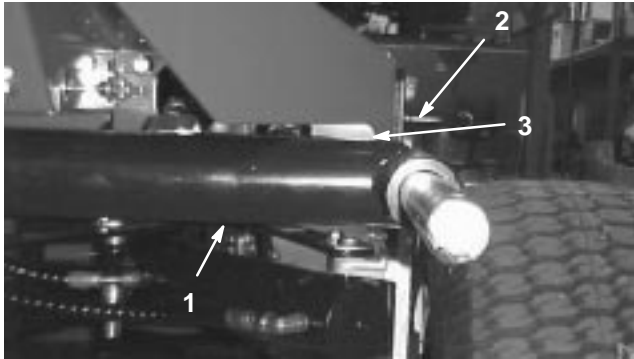
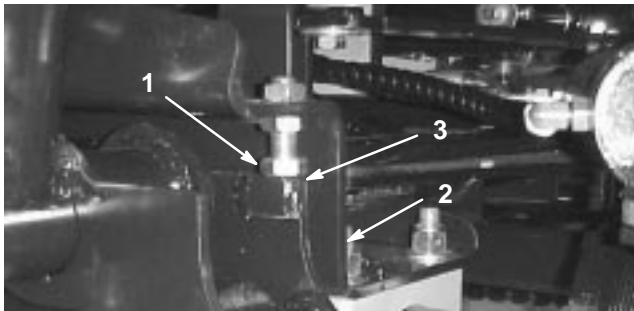
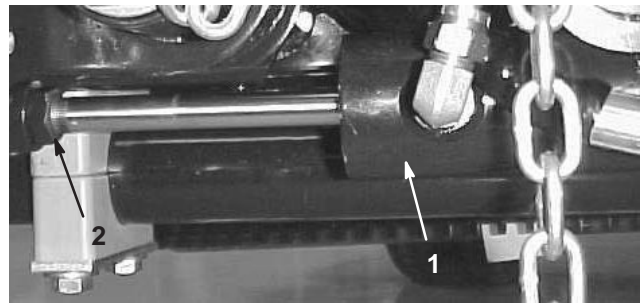

Figure 10
Figure 11
Figure 12
1. Mettez le moteur en marche, relevez les plateaux de coupe et vérifiez si l'écartement entre chaque bras de relevage et la patte de la plaque de plancher est compris entre 5 et 8 mm (Fig. 10). Si ce n'est pas le cas, reculez les boulons d'arrêt (Fig. 11) et réglez le vérin de manière à obtenir l'écartement voulu. Pour régler le vérin, reculez l'écrou de blocage sur le vérin (Fig. 12), retirez l'axe à l'extrémité de la tige et tournez la chape. Remettez l'axe et vérifiez l'écartement. Répétez la procédure au besoin. Resserrez l'écrou de blocage de chape.
2. Vérifiez que l'écartement entre chaque bras de relevage et le boulon d'arrêt est de 0,13–1,02 mm (Fig. 11). Si ce n'est pas le cas, réglez les boulons d'arrêt de manière à obtenir l'écartement voulu.